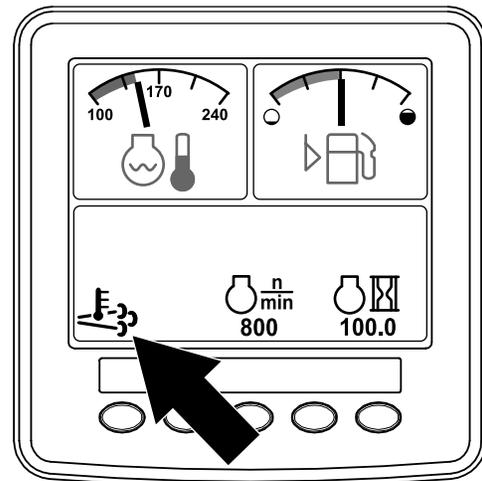

Figure 39
- L'icône de haute température d'échappement  s'affiche sur l'InfoCenter (Figure 39).